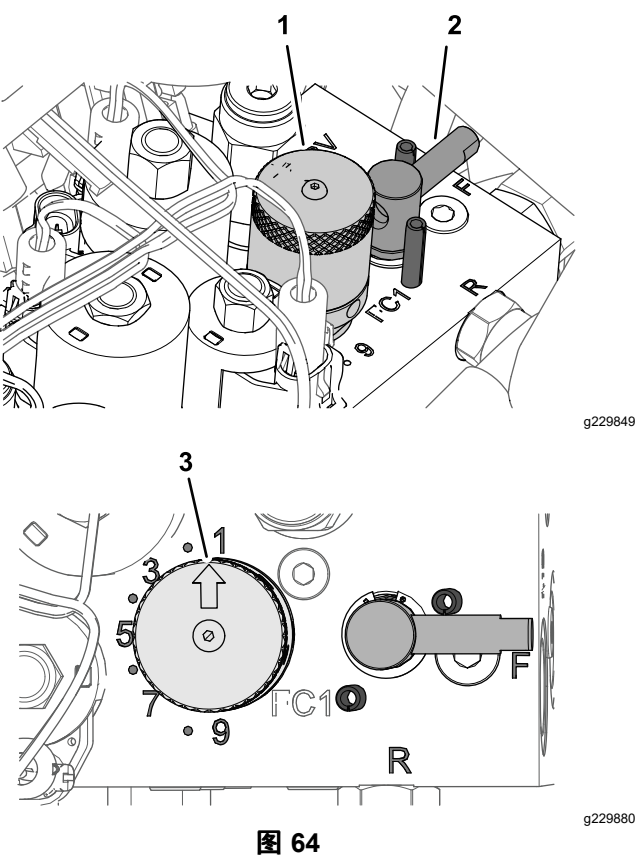

图 64
- 5. 要调节滚刀的速度请旋转滚刀速度控制旋钮图 64直至指示器箭头与在步骤 3 中确定的数字对齐。